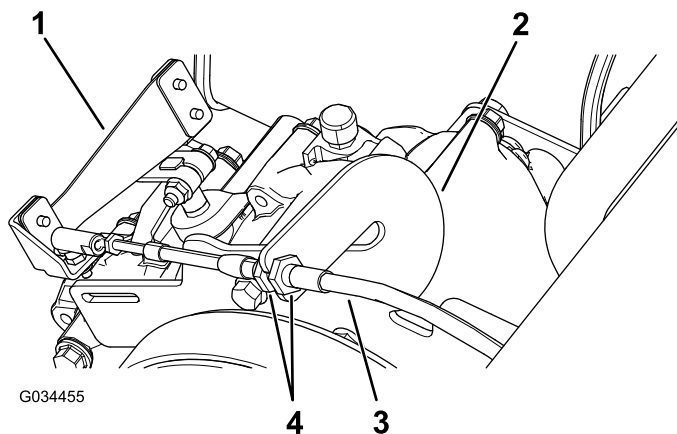

图 60
1. 拧松换挡拉索上的锁紧螺母必要时进行调整图 60。
2. 在 3 个不同位置之间转动换挡选择器测试换挡位置并检查换挡时换挡控制杆图 60 能否适当转动请参阅 换挡控制杆和换挡指示器 (页码 13)。